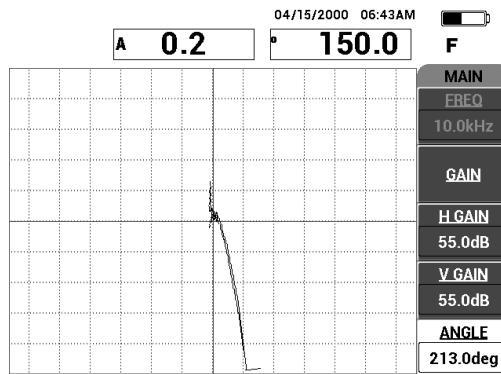

Рис. 6-33 Настройка угла сигнала вверх
7. Нажмите клавишу меню MAIN (), затем УГОЛ (клавиша E) и настройте угол сигнала так, чтобы сигнал от дефекта был направлен вверх на 90° (см. Рис. 6-33 на стр. 150).